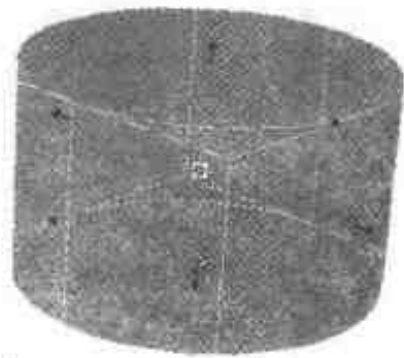

图 2.2 引入智能图素
- (1) 从窗口右侧【图素】目录中拖出一个【圆柱体】智能图素,单击圆柱体表面使其进入智能图素状态,右击任一智能图素手柄,选择【编辑包围盒】命令,在弹出的对话框中将长度改为400,高度改为230,单击【确定】按钮,按F8键后结果如图2.2所示。